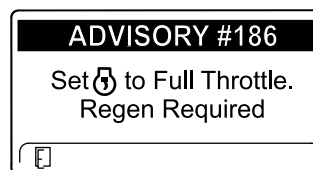

Figura 41
**Nota:** Se la temperatura di scarico del motore è troppo bassa, l'InfoCenter visualizza ADVISORY #186 (Figura 41) per invitarvi a far girare il motore a pieno gas (minima superiore).